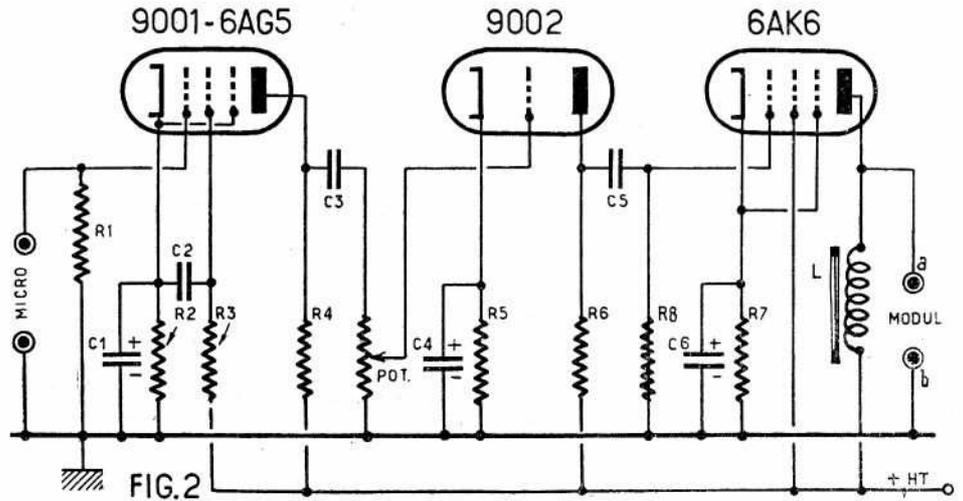
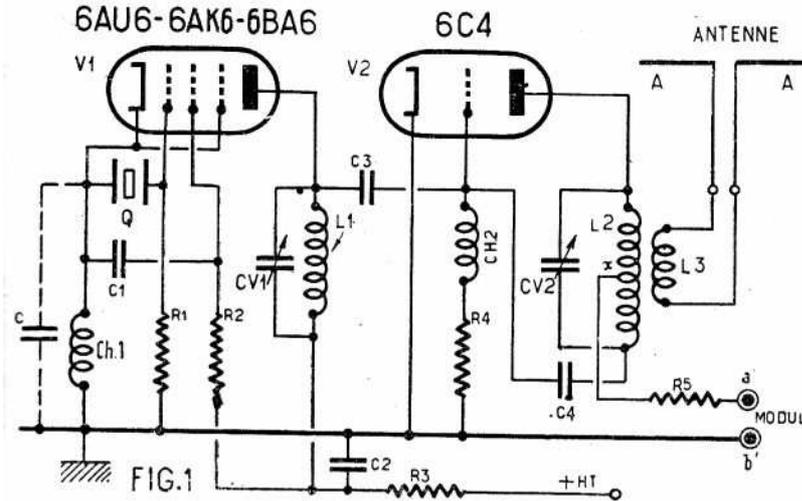
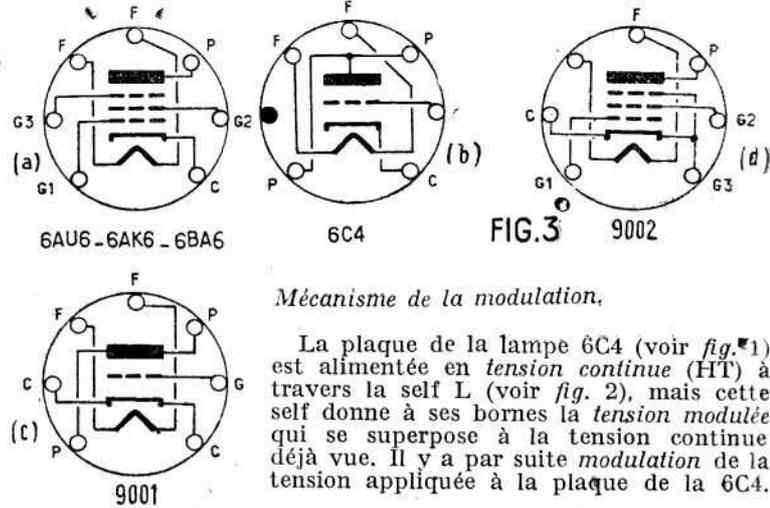

FIG. 2
FIG. 1
FIG. 3
La figure 1 montre le schéma utilisé. Le montage est des plus simples : une lampe V1 est pilote avec contrôle par quartz plus une lampe V2 amplificatrice HF.
La figure 2 montre le schéma de l'ampli de modulation. On trouve de gauche à droite un microphone piézo-électrique. Une pentode amplificatrice de microphone et un ampli BF constitué par une triode pré-amplificatrice et une pentode finale débitant sur une self à fer utilisée comme résistance de charge. Les tensions microphoniques amplifiées se trouvent sur la sortie S entre les bornes a et b'.
La plaque de la lampe 6C4 (voir fig. 1) est alimentée en tension continue (HT) à travers la self L (voir fig. 2), mais cette self donne à ses bornes la tension modulée qui se superpose à la tension continue déjà vue. Il y a par suite modulation de la tension appliquée à la plaque de la 6C4.
Valeurs à utiliser (fig. 1).
Valeurs à utiliser (fig. 2).
Pour l'émetteur (fig. 1), une pentode 6AU6, 6AK6 ou 6BA6 pour l'étage oscillateur. La figure 3 en (a) montre le brochage commun de ces lampes. Celles-ci fonctionnent sous 6,3 V et 0,3 A, exception faite de la 6AK6 qui prend 0,15 A. En (b) on voit le brochage de la 6C4.
Pour l'ampli de modulation (fig. 2), première lampe pentode : 9001 ou 6AG5.
Brochage dessin (c) chauffage sous 6,3 V et 0,3 A pour la 6AG5 et 6,3 V et 0,15 A pour la 9001. Triode 9002 : Brochage dessin (d). Chauffage sous 6,3 V et 0,15 A. Pentode finale 6AK6, 6,3 et 0,15 A. Brochage donné dessin (a) (fig. 3).
1° Câblage étage pilote et ampli HF correspond à la figure 1.
3° Câblage de l'ampli de modulation correspond à la figure 2.